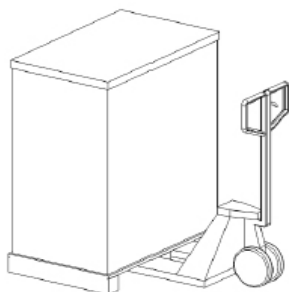

Рисунок 2-1
1. Для перемещения изделия на место установки используйте вилочный погрузчик. См. рис. 2-1. Убедитесь, что грузоподъемность вилочного погрузчика достаточна.